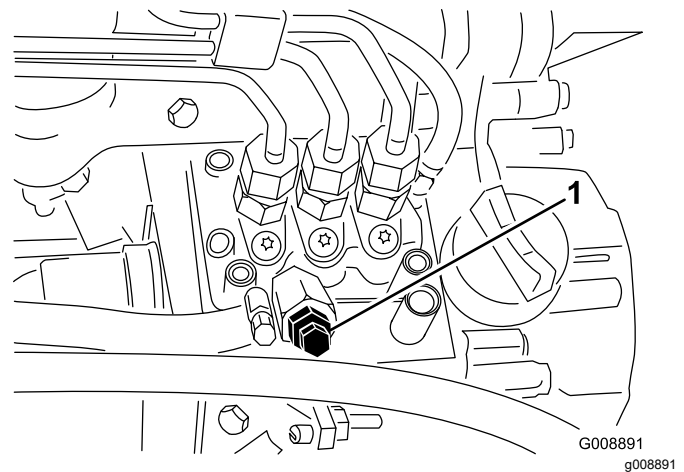

Figure 26
3. Desserrez la vis de purge sur la pompe d'injection (Figure 26).